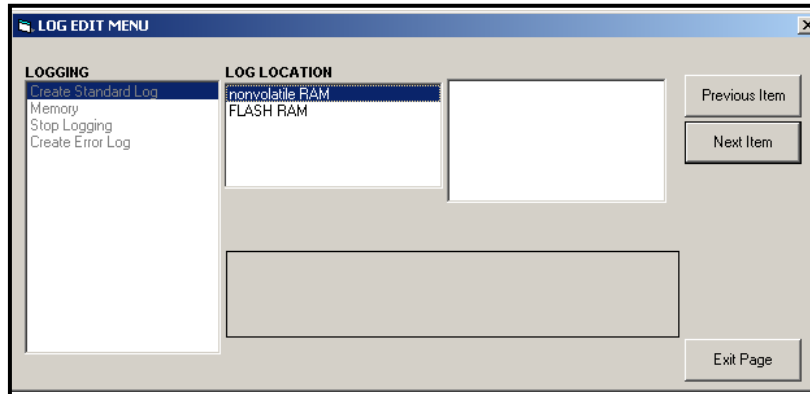

Figura 12: Local do registro na opção *Create Standard Log* (Criar registro padrão)
- a. Clique duas vezes na opção *Create Standard Log* (Criar registro padrão). A janela exibida é semelhante à *Figura 12* abaixo.